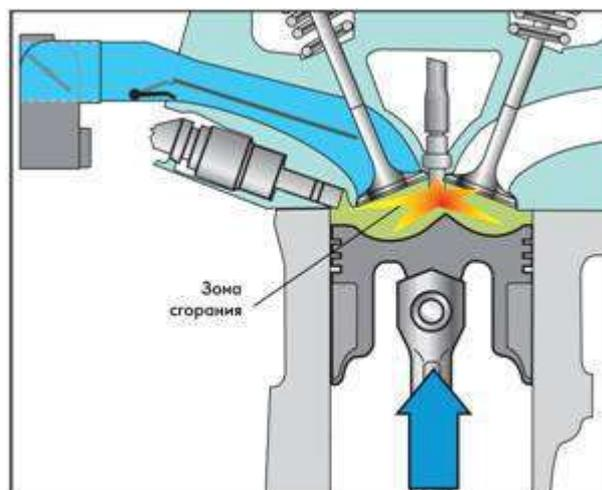

Рисунок 3.20 – Процесс сгорания смеси при гомогенном распределении смеси
4. Процесс сгорания (рис.3.20)